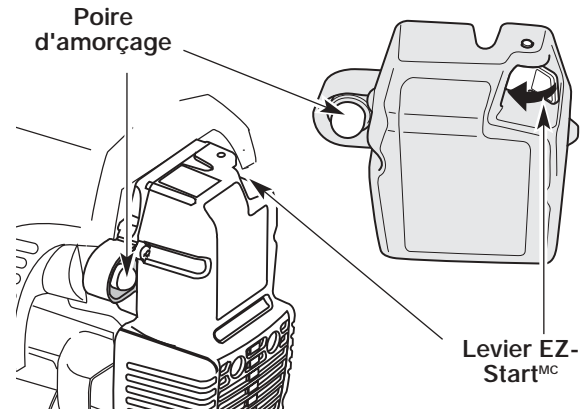

Fig. 11
2. Pressez et relâchez la poire d'amorçage à 10 reprises, lentement. Une certaine quantité de **carburant devrait être visible dans la poire d'amorçage** et les conduites de carburant (Fig. 11). Si vous n'apercevez pas de carburant dans la poire, pressez et relâchez la poire autant de fois que nécessaire jusqu'à ce que vous aperceviez du carburant dans cette dernière.
4. **Faites pivoter le Levier Bleu de EZ-Start^{MC} vers la poire d'amorçage** jusqu'à ce qu'il clique et se verrouille en place (Fig. 11).